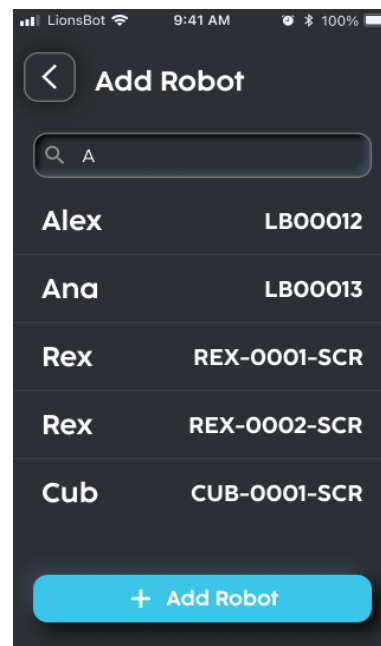
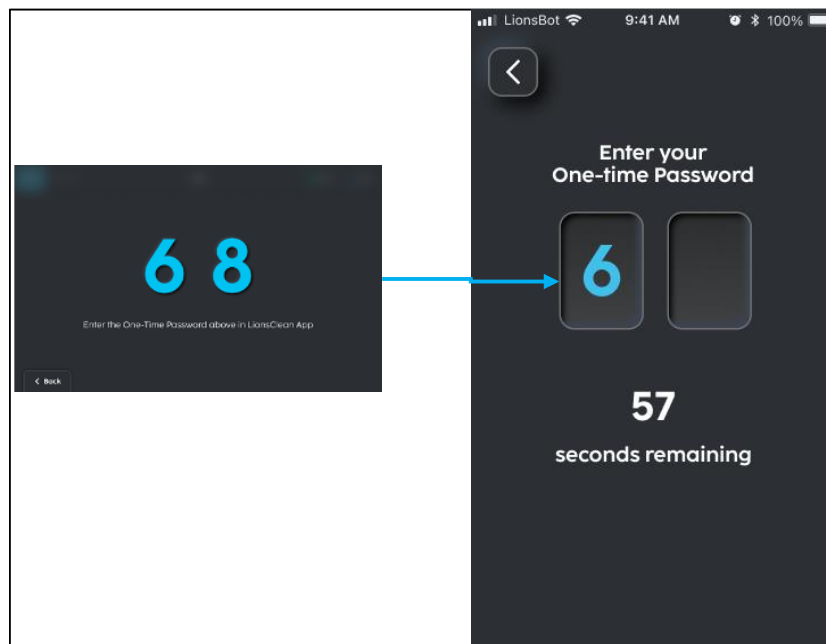

FIGURE 7-14
FIGURE 7-15
3. L'application demandera ensuite à l'utilisateur d'entrer un mot de passe à usage unique dans un délai d'une minute (Fig. 7-14). Il s'agit d'un mot de passe à 2 chiffres qui sera affiché sur les yeux ou l'écran tactile du robot. Saisissez-le dans l'application (Fig. 7-15).